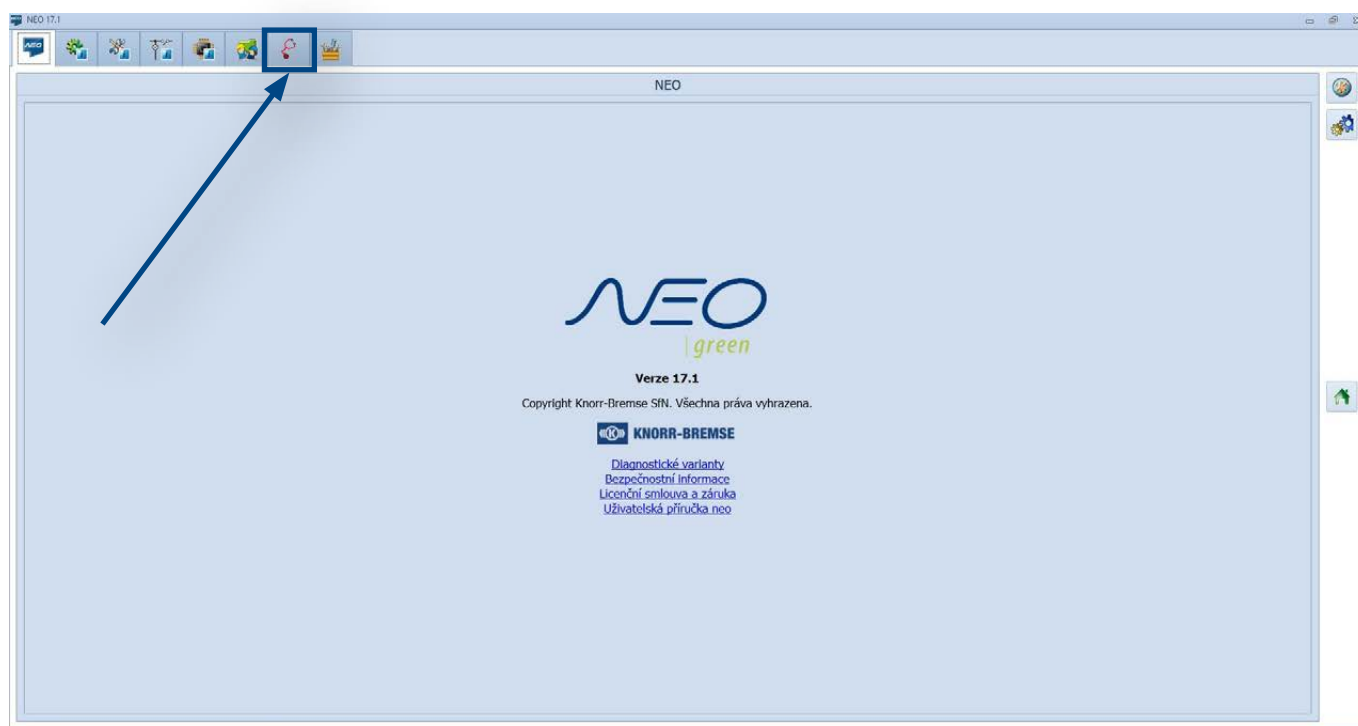

Fig. 13. Úvodní stránka po spuštění NEO diagnostického programu
2. Viz. fig. 13 - spusťte NEO diagnostický program